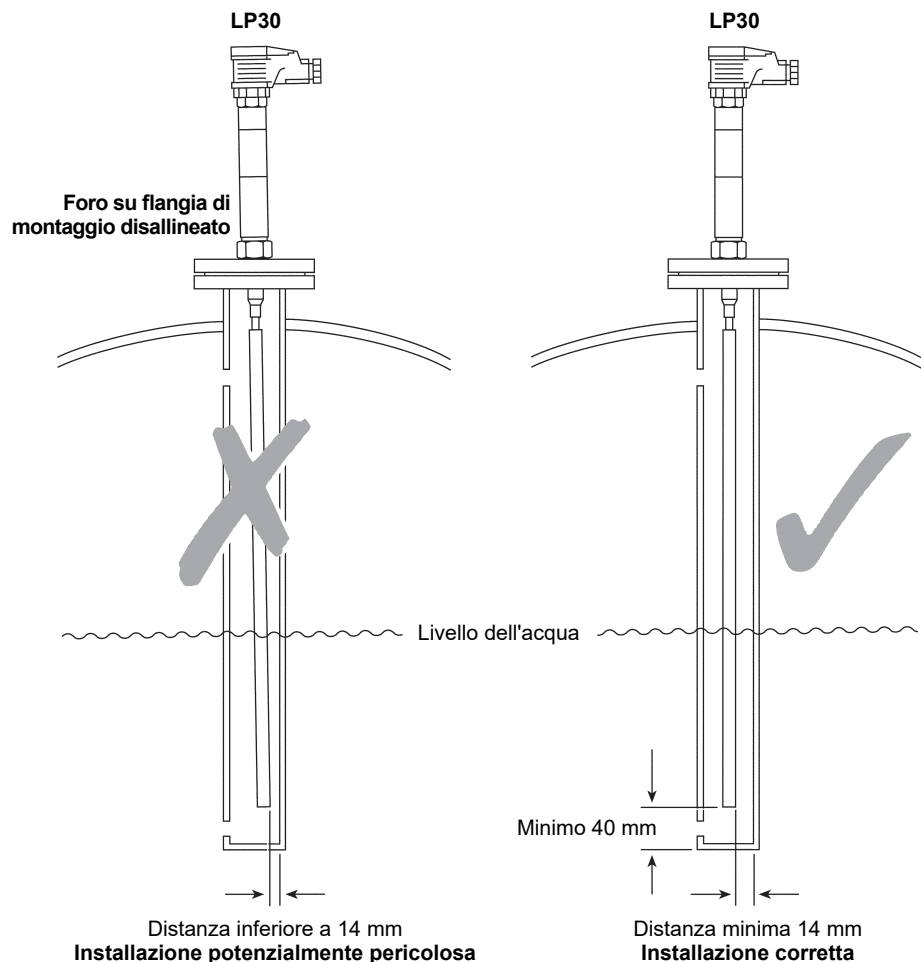

Fig. 12 - Verifica dello spazio libero intorno alla punta sensibile
Per garantire un funzionamento corretto e sicuro del sistema, la punta sensibile della sonda non deve toccare alcuna parte della caldaia o del tubo di calma. Le normative richiedono che la punta abbia intorno a sé uno spazio libero di almeno 14 mm. Questa semplice verifica permette di accertare se la sonda LP30 è stata installata in modo corretto o meno. Deve essere effettuata al momento dell'installazione iniziale ed ogni volta che si rimuove la sonda dalla caldaia (ad esempio per l'ispezione annuale). Con un semplice tester per la misura della resistenza d'isolamento e due cavetti di controllo volanti, si può verificare immediatamente se la distanza radiale libera intorno alla punta sensibile è inferiore o superiore a 14 mm dal tubo di calma (Fig. 12): se il tester indica un valore di resistenza che tende all'infinito (circuito aperto) tale distanza è superiore; viceversa, sarà inferiore se il valore di resistenza misurato risulterà finito o, comunque, minore di infinito (cortocircuito).
- Il tubo di calma ha un diametro interno e/o una lunghezza insufficiente (deve essere garantita una distanza di almeno 40 mm tra l'estremità della punta sensibile della sonda e il fondo del tubo di calma: Fig. 12).